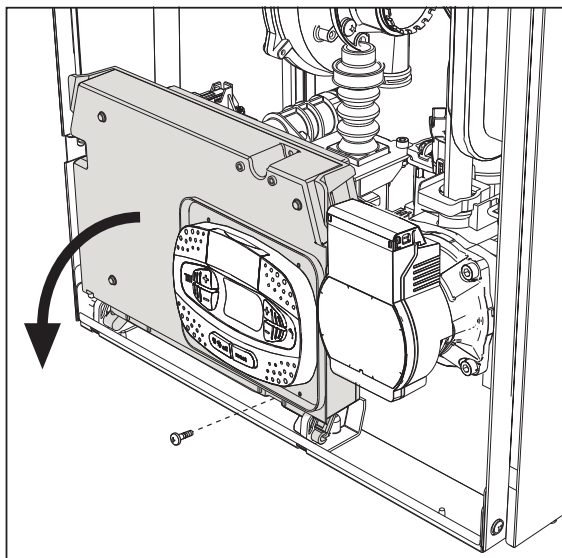
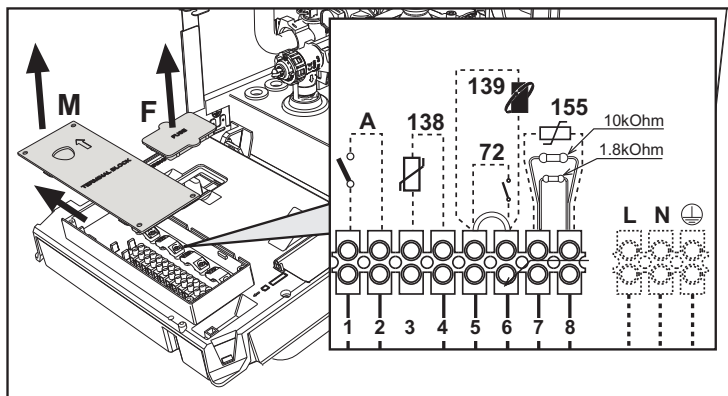

fig. 20
fig. 21
Dopo aver tolto il pannello frontale (sez. "Apertura del pannello frontale" a pag. 33) è possibile accedere alla morsettiere (M) e al fusibile (F) seguendo le indicazioni descritte di seguito (fig. 20 e fig. 21). I morsetti indicati nella fig. 21 devono essere a contatti puliti (non 230V). La disposizione dei morsetti per i diversi allacciamenti è riportata anche nello schema elettrico alla fig. 57.